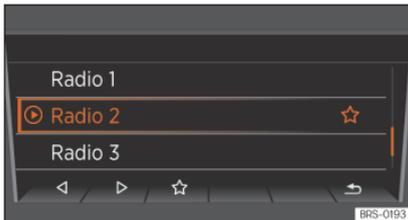

Abb. 121 DAB-Zusatzfunktionen.
- Tippen Sie in der Ansicht der Stationstasten auf die Funktionsfläche  » » Abb. 120, um die verfügbaren Zusatzfunktionen anzuzeigen » » Abb. 121.
- Funktionsfläche  » » Abb. 121 drücken, in der oberen Bildschirmzeile wird angezeigt,